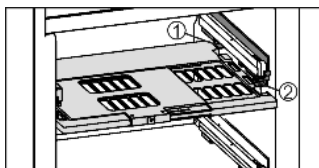

Fig. 14
- ▶ Introduire la plaque de régulation de l'humidité : insérer les travers du couvercle de la plaque par le bas dans le support arrière Fig. 14 (1) et encliqueter devant dans le support Fig. 14 (2).